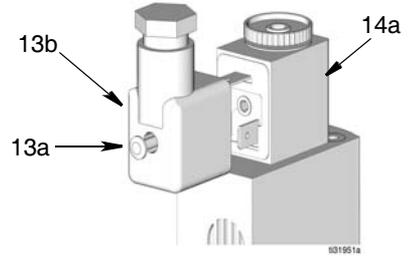

ABB. 25
4. Schraube (13a) auf der Rückseite der Mini-DIN-Magnetschalterverbindung (14a) lösen und vom Magnetventilstecker (14a) abziehen (ABB. 25).